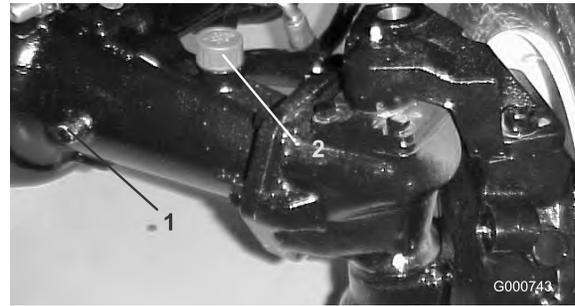

Bild 69
2. Nehmen Sie eine Prüfschraube (Bild 69) von einem Achsenende ab und vergewissern Sie sich, dass das Schmiermittel bis zur Unterkante des Lochs steht. Entfernen Sie bei niedrigem Ölstand die Füllschraube (Bild 69) und füllen genug Öl